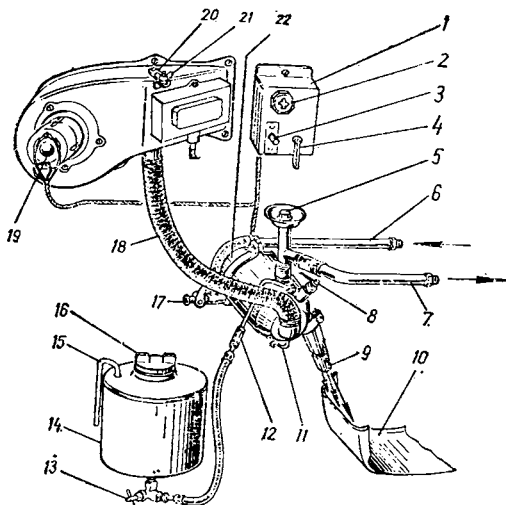

Рис. 50. Пусковой подогреватель:
Основной частью пускового подогревателя является котел 22 (рис. 50) неразборной конструкции, полости которого постоянно соединены с жидкостной рубашкой системы охлаждения двигателя с помощью подводящего 6 и отводящего 7 штуцеров и резиновых шлангов с хомутами.
4. Откройте воздушную заслонку рычагом 20 (см. рис. 50).